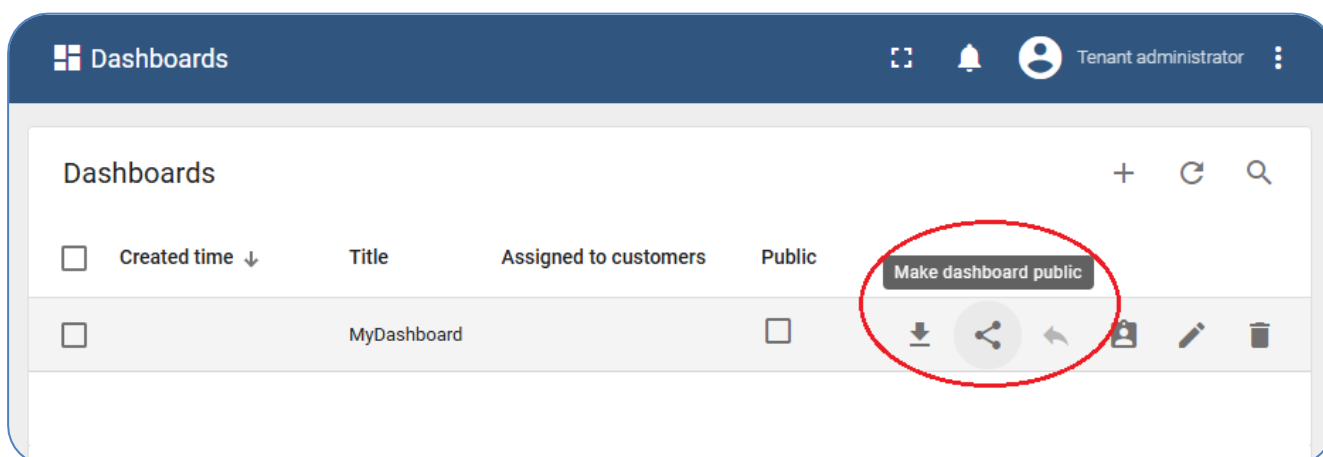

Рис. 6.8. Встановлення публічного доступу до панелі приладів
- Перейти на сторінку «Dashboards» натиснути «Make dashboard public» (рис. 6.8), щоб зробити відповідну панель приладів публічною.